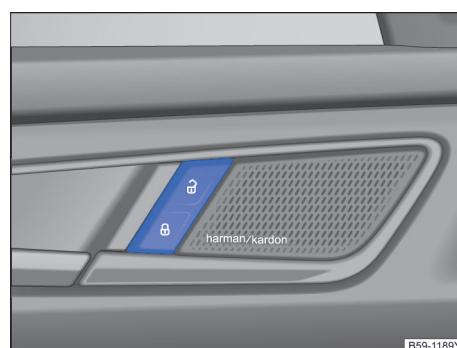

图 53 驾驶员侧车门内：中央门锁按钮
如短时间内反复按压汽车钥匙上的按  钮 图 47 或中央门锁某个按钮 图 53，则中央门锁系统将暂时关闭，防止系统过载。然后汽车处于解锁状态约 30 秒钟。在此期间，若未打开车门或行李厢盖，随后汽车将自动闭锁。
按压按钮 图 53：
- 按压 ⑨ 按钮→图 53